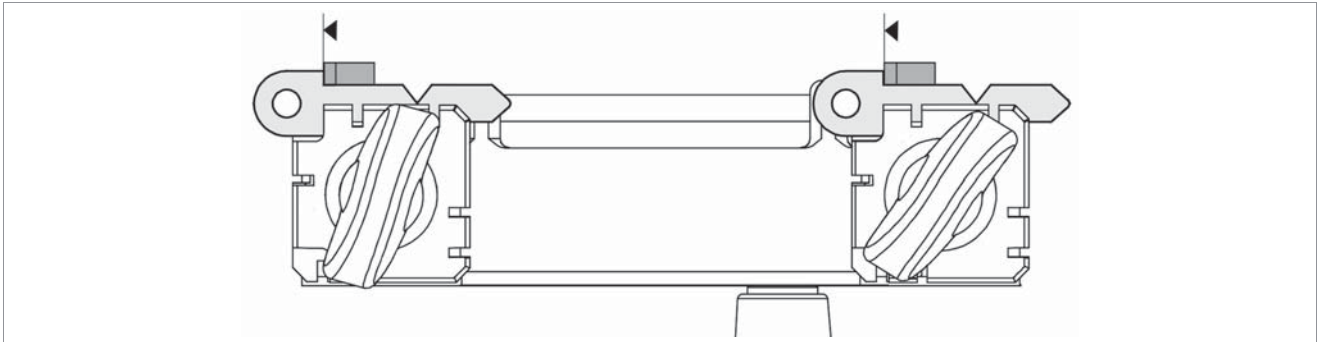

Fig. 16
- 2) Colocar las llaves de ajuste (que forman parte del equipamiento base) en las mordazas (Fig. 16).
- 4) Girar la varilla de calibres hacia sí mismo y poner los calibres (Q1) en contacto con las llaves de ajuste (Fig. 16).